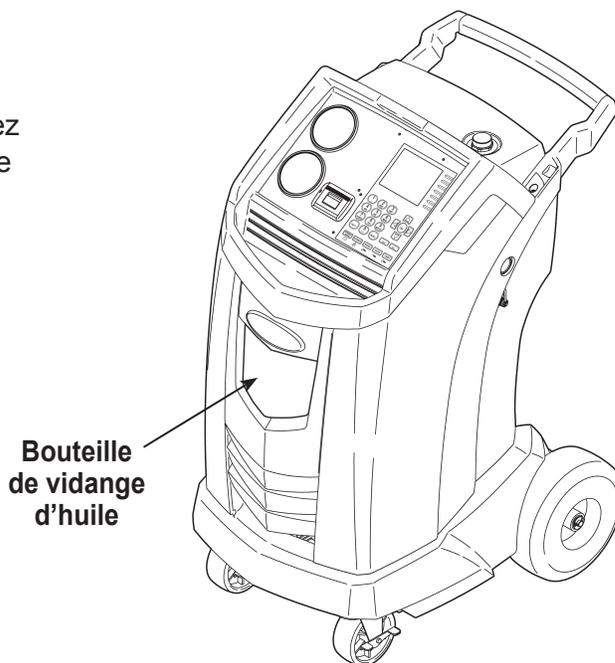

Figure 1
1. Tenez la bouteille de vidange d'huile droite et insérez complètement le connecteur dans l'orifice derrière le déflecteur. Voir la figure 1.